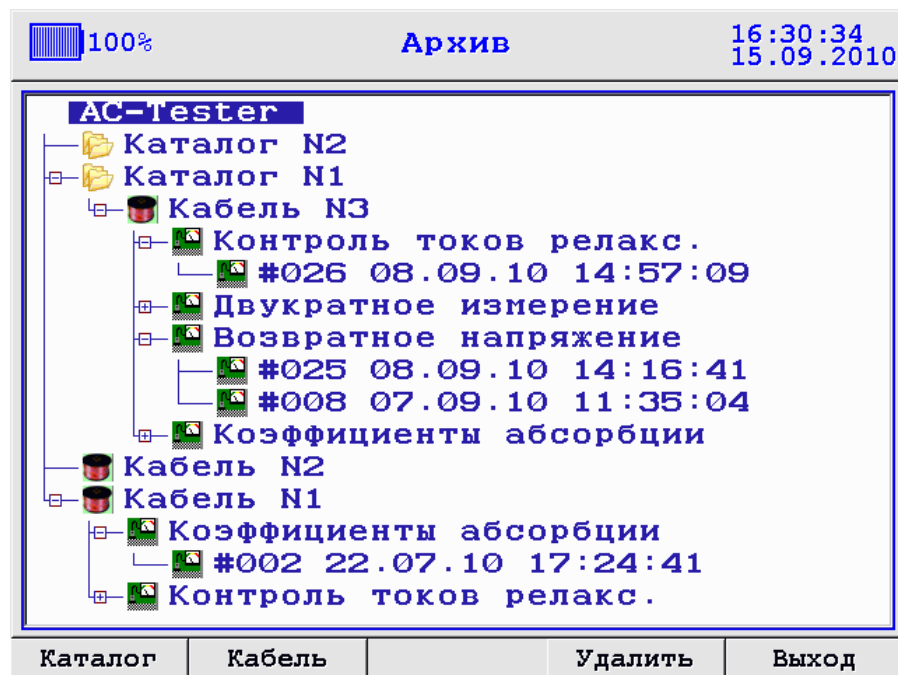
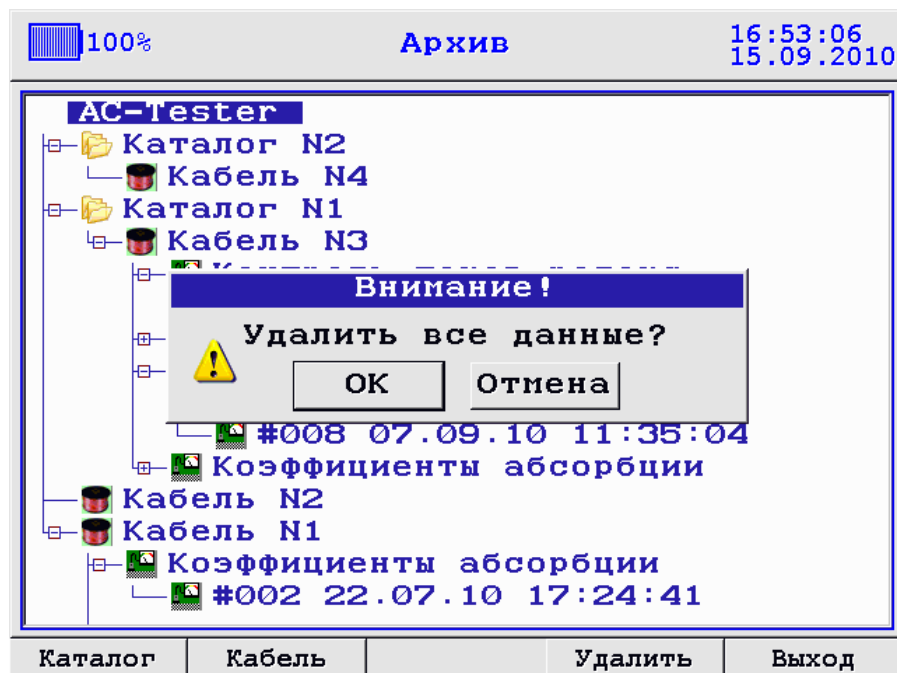

Рисунок 3.40 Меню «Архив»
Рисунок 3.45 Диалоговое окно удаления всех данных архива
Меню «Архив» используется для просмотра сохранённых во FLASH памяти прибора АСТ замеров и представляет собой древовидную структуру (см. рисунок 3.40).
Главный элемент АСТ является корневым каталогом древовидной структуры (см. рисунок 3.40); установив курсор на него, можно произвести следующие действия:
2) *Создание нового объекта измерения (кабеля, обмотки и т.д.)* в корневом каталоге AC-Tester (клавиша «F2»). После нажатия «F2» - «Кабель» на корневом каталоге AC-Tester (см. рисунок 3.40) откроется всплывающее меню для ввода имени нового объекта измерения:
3) *Удаление всех данных архива* – очистка FLASH памяти прибора (клавиша «F4»). После нажатия «F4» - «Удалить» на корневом каталоге AC-Tester (см. рисунок 3.40) откроется диалоговое окно (см. рисунок 3.45):